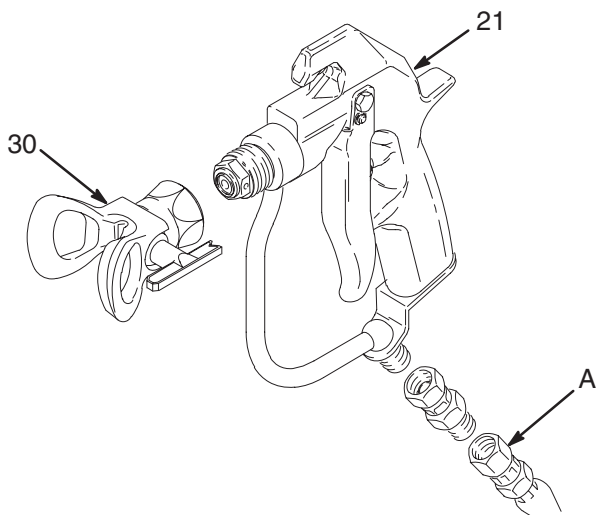

Abb. 6
2. Den Materialschlauch (A) abschrauben. Den Düsenenschutz (30) ausbauen. Die Federschraube (21) etwa 7 mm herausdrehen, um die Federspannung zu entlasten. Siehe Abb. 6.